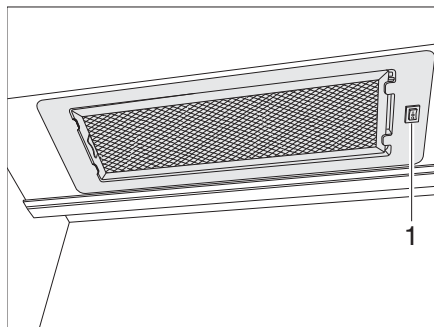

Fig. 137 Campana
- Conectar y desconectar la campana con el interruptor (Fig. 137,1).